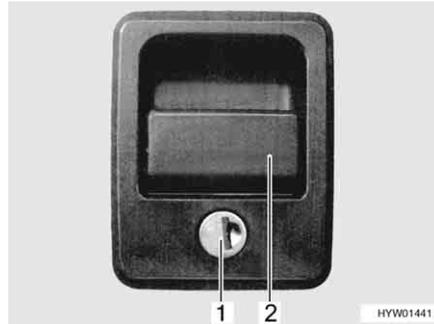

Fig. 35 Cerradura de la trampilla con tirador concha
- Introducir la llave en el cilindro de cierre (Fig. 35,1) y girarla un cuarto de vuelta. La cerradura de la trampilla está desbloqueada.
- Tirar del asidero de la cerradura (Fig. 35,2). La trampilla exterior está abierta.